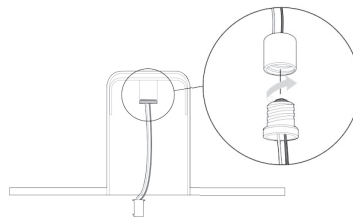

Figure 1 - Fixez le connecteur de type Edison en le vissant dans la douille
3. Branchez le connecteur de type Edison à la douille du boîtier encastré (de la manière illustrée à la Figure 1).